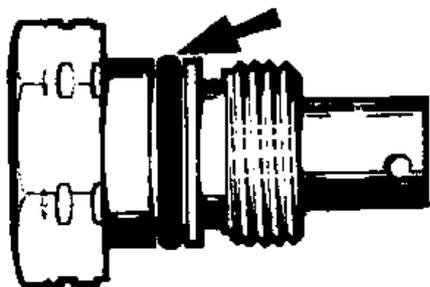

Рис. 11.66. Штуцер насоса (канавка для уплотнительного кольца указана стрелкой (Разд.41))
28. Установите новое уплотнительное кольцо в канавку у шестигранника штуцера (Рис. 11.66). Вставьте шту-